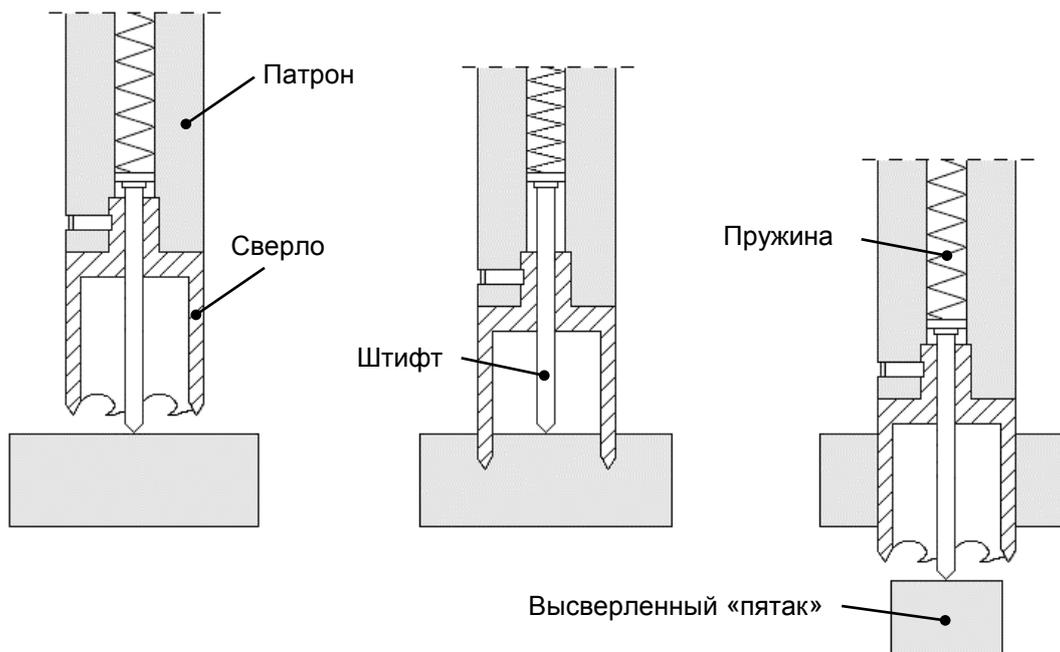

**Fig. 2.** Установка корончатого сверла
Отключите машину от источника питания, поднимите щиток и затем поверните ручку влево (1, рис. 2) для доступа к винтам 2. Наденьте защитные перчатки, вставьте требуемый центрирующий штифт в корончатое сверло (3), а затем с помощью чистой и сухой ткани очистите посадочное гнездо и сверло. Затем вставьте корончатое сверло в патрон (4), площадки 5 должны совпасть с винтами 2, а затем затяните оба винта, используя шестигранный гаечный ключ 4 мм.